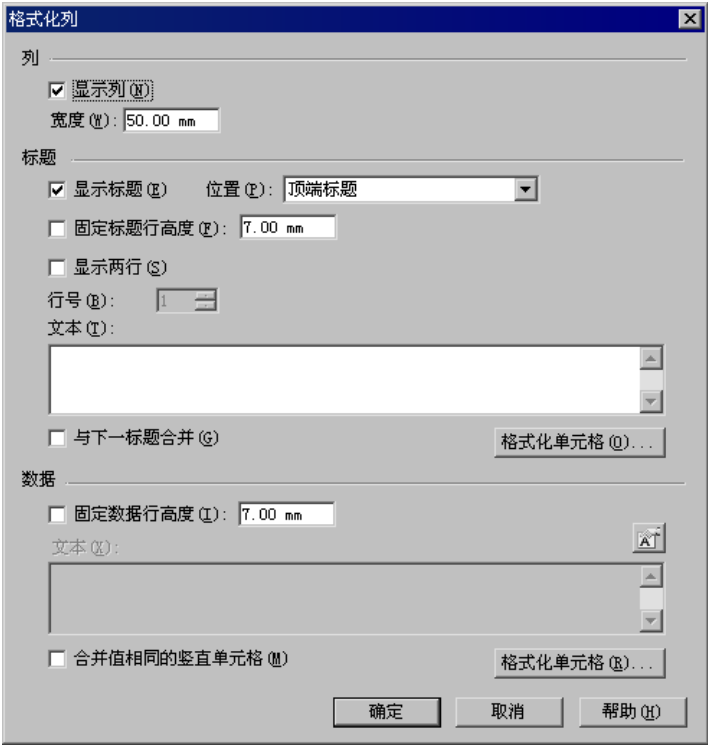

图 9.2.3 “格式化列”对话框
- **格式化列** 按钮：选择一个单元格后单击此按钮，系统弹出图 9.2.3 所示的“格式化列”对话框，其选项说明如下所示：